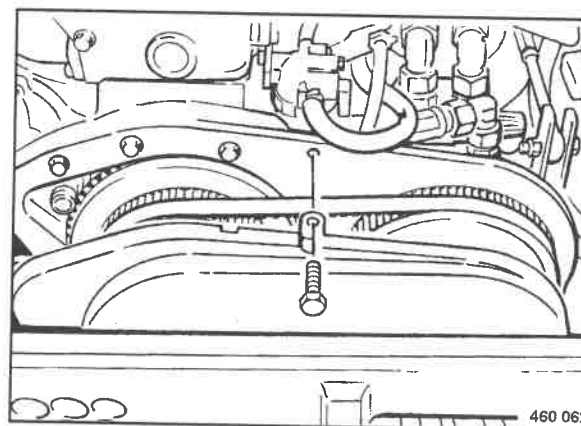

Fig. 127
- Smontare la cappa di protezione (Fig. 127).